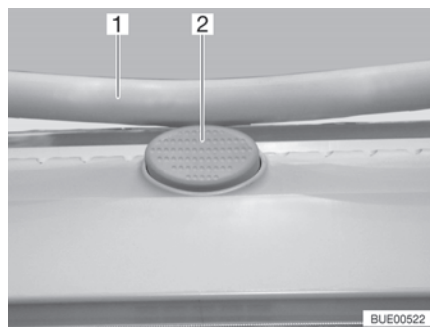

Fig. 30 Bottone di sicurezza (oblò Heki)
- Premere il bottone di sicurezza (Fig. 30,2) e tirare verso il basso la staffa (Fig. 30,1) con entrambe le mani.
- Premere la staffa verso l'alto con ambedue le mani, finché la staffa non poggia al di sopra del bottone di sicurezza (Fig. 30,2).